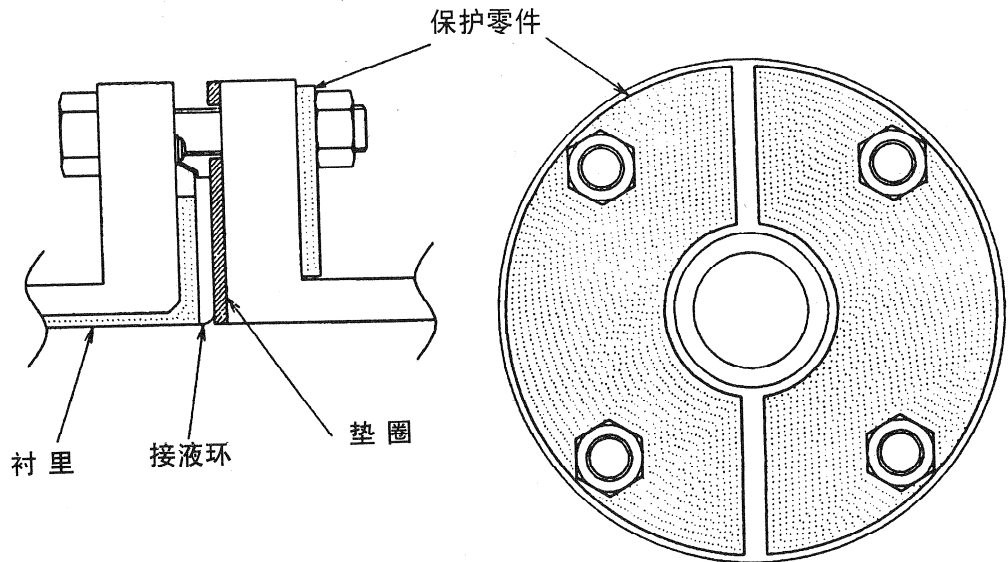

图 2-27 在 2.5A-1100A 的条件下材质为 SUS, 以及在 250A-1100A 的条件下材质为 SUS 以外的场合 (使用保护零件)
- 保护零件： 按规定的力矩紧固，可能会发生氯乙烯配管变形或损坏の場合必须用保护零件。请使用厚度为 6mm 以上的不锈钢材等作为保护零件，使紧固螺帽后管道不发生变形。零件的形状参照图 2-27。
2. 按规定的紧固力矩安装担心氯乙烯配管变形损坏的场合请使用保护零件如图 2-27 所示, 金属保护零件安装在氯乙烯法兰外侧夹住氯乙烯法兰, 做到即使用规定的紧固力矩也不会使配管变形或损坏, 安装上检测器, 紧固力矩参照 2-27 ~ 29 页的表 2-5。另外, 垫圈的内径可参照 2-32 页的表 2-6。